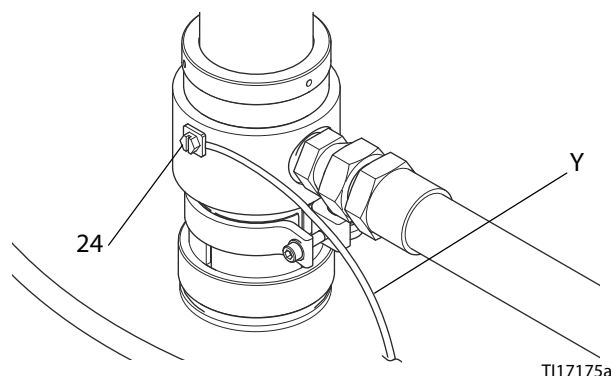

Рис. 9
Насос. подсоедините провод заземления (Y) к заземляющему винту (24) и надежно затяните винт. См. раздел Рис. 9 . Другой конец провода соедините с точкой истинного заземления. Обеспечьте соответствие всем национальным, региональным и местным электротехническим правилам и нормам.